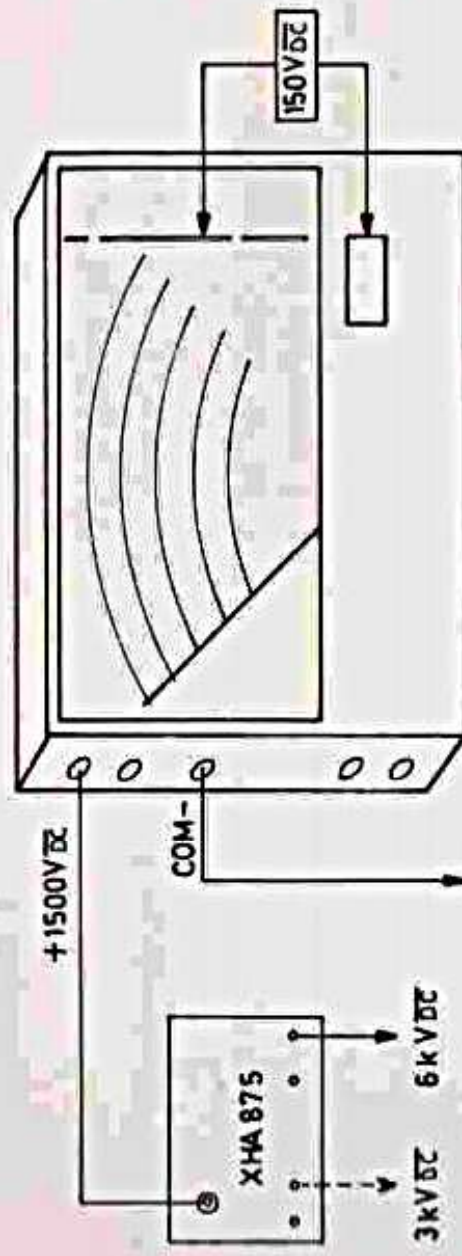

Fig. 15
- Effectuer le branchement conformément à la fig. 15, 6 KV ou 3 KV selon le cas.